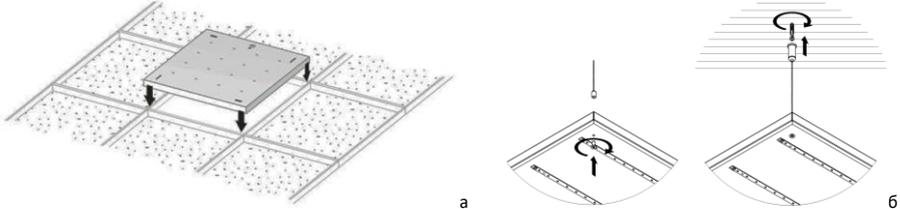

Рисунок 5 — Установка светильника Geniled серии Офис, ЛПО.
5.4.6. Установите светильник Geniled на монтируемое место (Рисунок 5, а — для потолка типа «Армстронг»). Следите за тем, чтобы кабель не оказался зажат между элементами конструкции потолка и светильника. Убедитесь, что светильник надежно закреплен на потолке.
5.5.2. Установите на светильнике тросовые подвесы. Рекомендуется использовать комплект подвесного монтажа Geniled. Для монтажа светильника серии Офис, ЛПО необходимо 2 комплекта. См. рисунок 5. б.